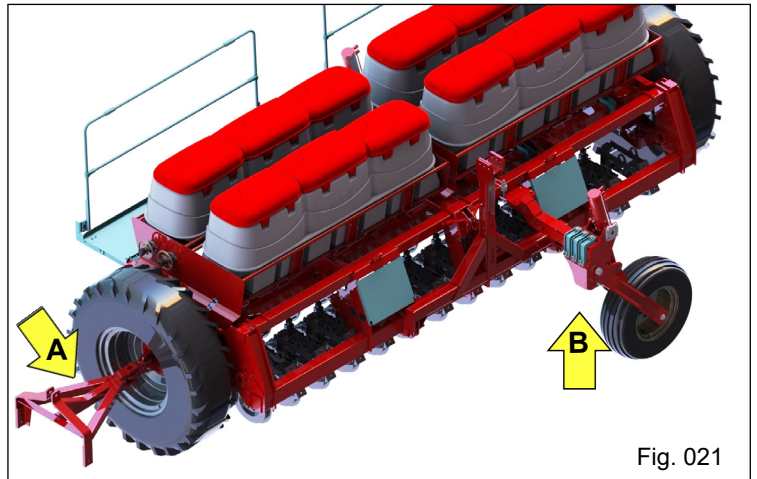

Fig. 021
O sistema para transporte longitudinal da Semeadora Adubadora **5023PD** ou **5027PD**, é composto de um conjunto de acoplamento dianteiro composto de um cabeçalho e sistema de fixação na roda da semeadora ("A" Fig. 021), e de um conjunto de suporte traseiro composto de uma barra transversal com duas rodagens ("B" Fig. 021), que é fixada na parte traseira da semeadora.
- Acople no engate de giro livre a torre de engate de três pontos do trator ("A" Fig. 021);